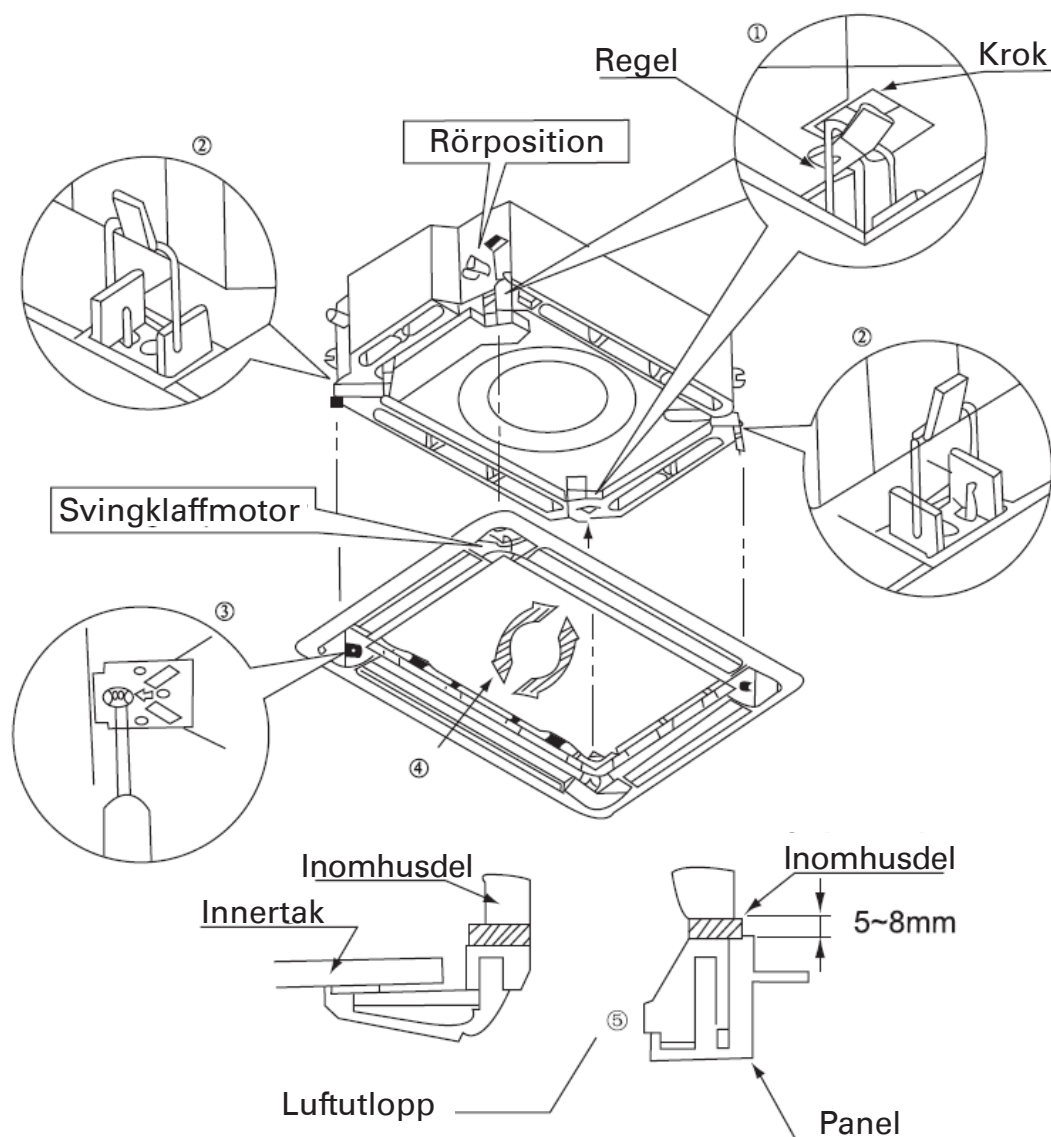

Fig.38
- (1). Placera panelen på enheten och haka i krokarna bredvid och mitt emot svängklaffmotorn.
- (2) Haka i de två återstående krokarna.
- (3). Dra åt de fyra sexkantsskruvarna under reglarna ca 15mm.
(4). Justera panelen längs den riktning som anges av pilen, som visas i Fig.38.